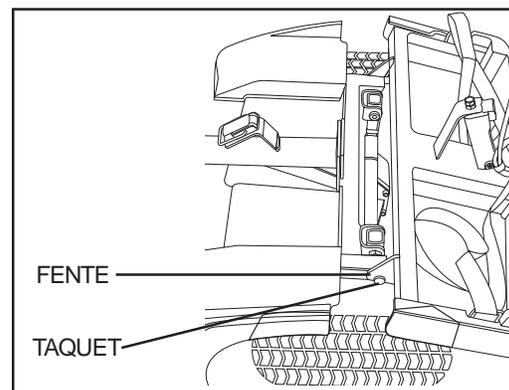

Figure 21. Séparation des sections du châssis
2. Soulever la section avant pour dégager les taquets des fentes. Voir la figure 21.